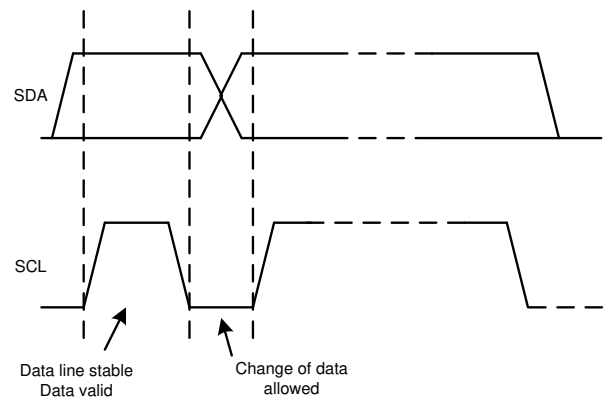

图 7-22. 在 I2C 总线上的位传输
2. 控制器随后产生 SCL 脉冲，并在 SDA 线上发送 7 位地址和读取/写入方向位 ( $\overline{R/W}$ )。在所有传输期间，控制器确保数据有效。有效数据条件要求 SDA 线在时钟脉冲的整个高电平期间保持稳定，如图 7-22 所示。所有器件都识别控制器发送的地址，并将其与相应内部固定地址进行比较。只有具有匹配地址的目标器件才会通过在第 9 个 SCL 周期的整个高电平期间拉低 SDA 线来生成确认，如图 7-20 所示。当控制器检测到此确认时，则表示与目标的通信链路已建立。